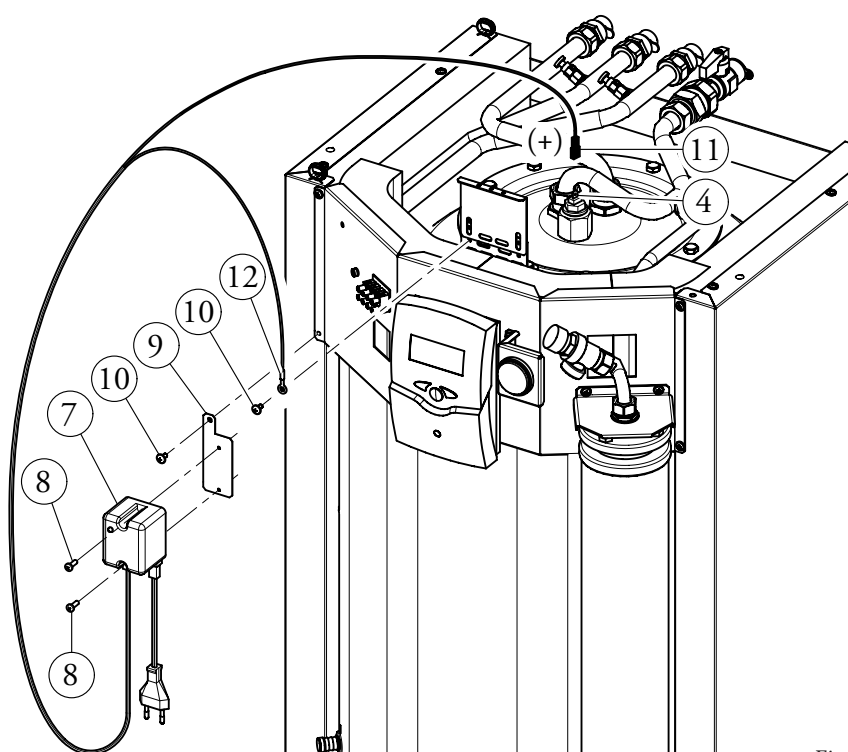

Fig. 2
- Montare la centralina (7) con le viti (8) sulla piastrina di fissaggio (9) (Fig. 2).
- Montare la piastrina (9) sul bollitore utilizzando la vite (10).
- Effettuare il collegamento di messa a terra con cavo nero (12) sul bollitore utilizzando la vite (10).
- Collegare il connettore cavo rosso (11) al faston presente sull'anodo (4).
N.B.: Per migliorare il collegamento con l'anodo e ridurre l'ingombro è possibile sostituire il connettore (11) con quello a bandiera fornito in dotazione con relativa protezione.